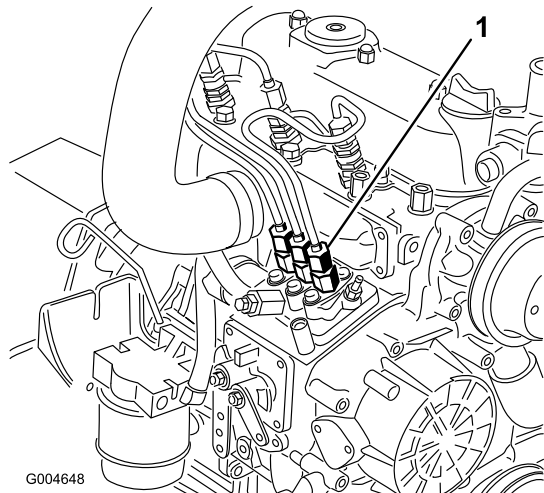

Figura 48
1. Mettete un cencio sotto il raccordo del tubo proveniente dalla pompa d'iniezione e diretto all'ugello dell'iniettore n. 1, come illustrato nella Figura 48.